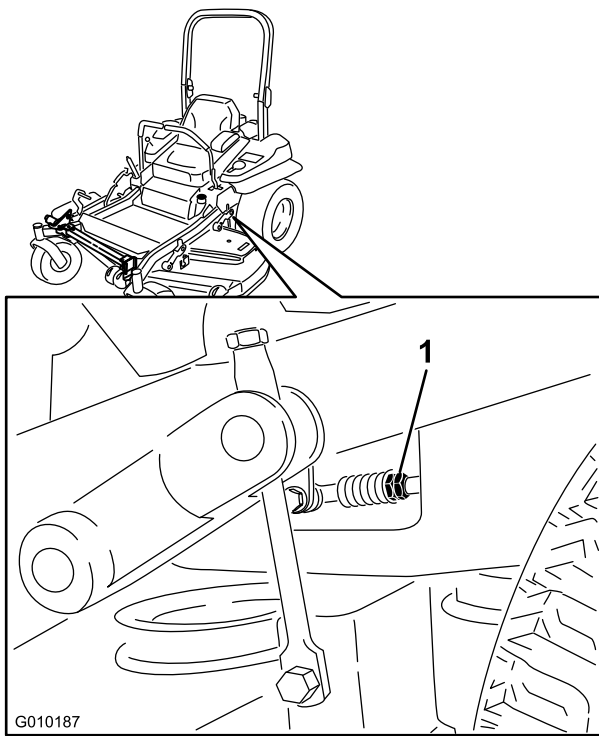

Bild 89
9. Stellen Sie die Länge der Pumpenschaltstange ein, indem Sie die Doppelmuttern an der Stange so weit in die entsprechende Richtung drehen, bis sich die Räder leicht zurückdrehen (Bild 89).